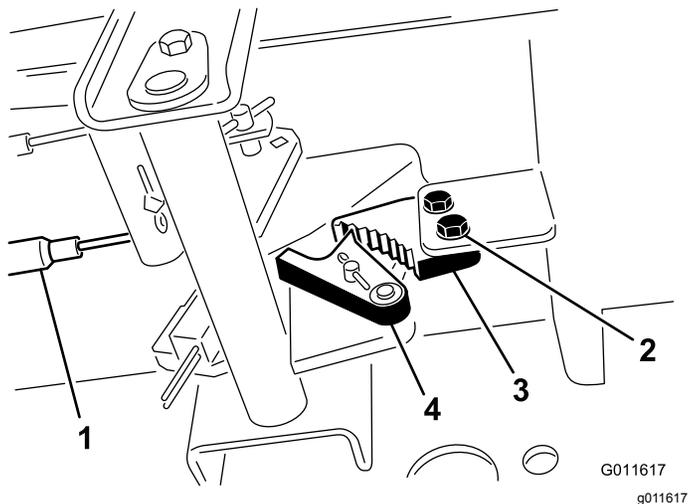

図 98
1. 駐車ブレーキのツメをフレームに固定しているねじ2本をゆるめる 図 98。
2. ブレーキのツメが戻り止めに完全に掛かるまで駐車ブレーキペダルを前に踏み込む 図 98。